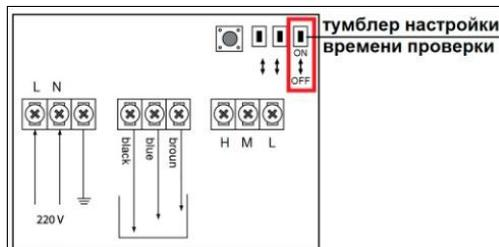

Рис. 10
- Правый тумблер клеммной панели перевести в верхнее положение (см. Рис. 10).